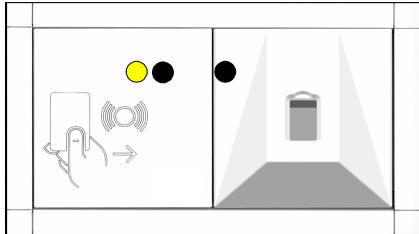

Abbildung 3
- LED 1 leuchtet dauerhaft (Abbildung 3)
- LED 1 blinkt (Abbildung 3)
- LED 1 blinkt schnell (Abbildung 3)